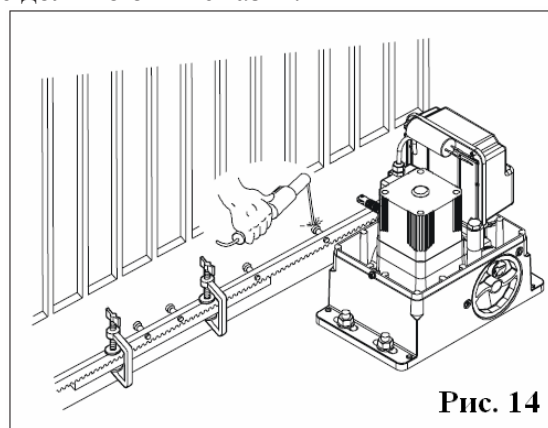

Рис. 14
- 5) Следующий фрагмент зубчатой рейки приложить к предыдущему, как показано на рис. 14. Для обеспечения правильного зацепления двух соседних фрагментов следует использовать еще один фрагмент рейки.